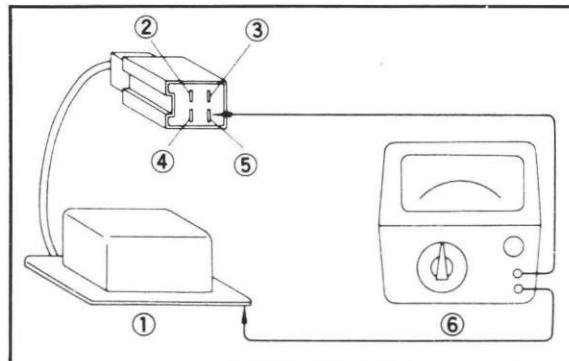

Fig. 6-1-13
- e. For resistance test #1, hook the ohm-meter (0×1 ohms scale) to the black wire and the regulator base. This hook up must read zero ohms resistance. One or more ohms indicates a frayed or broken black wire. (Fig. 6-1-13)
- e. Essai No. 1: raccorder 1'ohmmètre (échelle 1×1 ohm) au fil noir et à la base du régulateur: la résistance mesurée doit être nulle. Une résistance égale ou supérieure à 1 ohm indique que le fil noir est effiloché ou cassé. (Fig. 6-1-13)
- e. Für die Widerstandsprüfung Nr. 1 ist der Ohmmeter (Skala $0 \times 1\Omega$) mit einer Klemme am schwarzen Draht und mit der anderen Klemme an den Sockel des Spannungsreglers anzuschliessen. (Abb. 6-1-13)